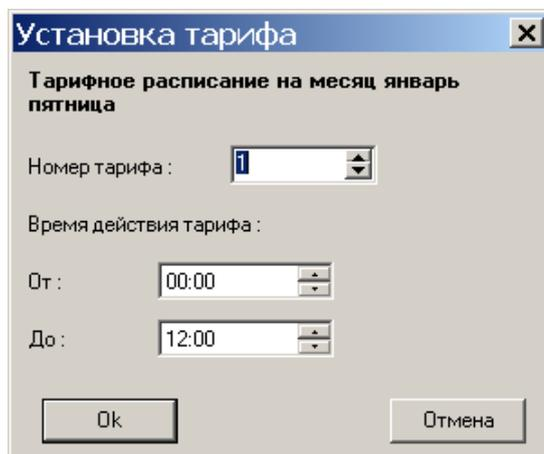

Рисунок 3.32
3.3.7.5 Для редактирования тарифного расписания счетчика следует сначала считать расписание (нажать кнопку *Запросить*), затем выделить необходимый месяц и день или выделить праздничный день, после чего нажать кнопку *Установка тарифа* или двойным щелчком на таблице тарифов вызвать окно *Установка тарифа* (рисунок 3.32).